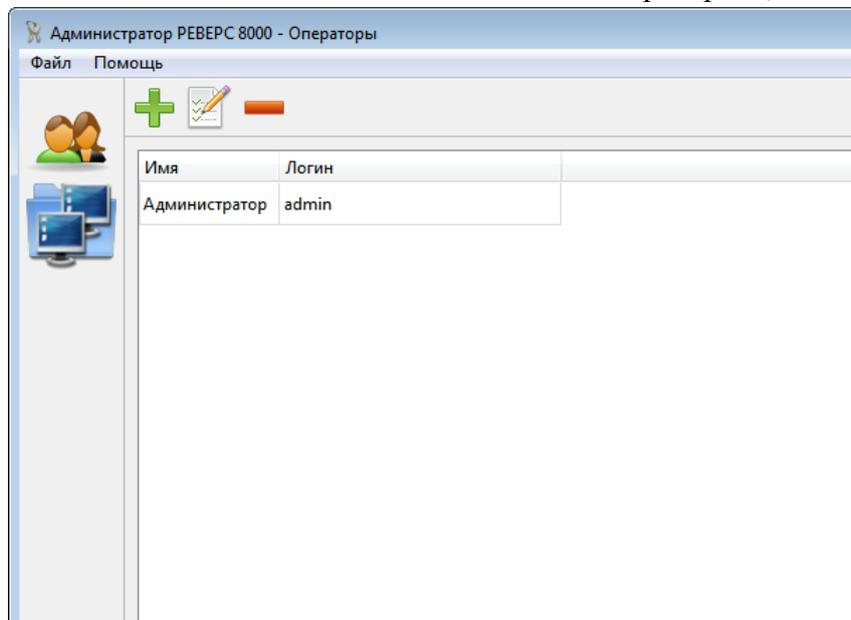

Рис. 18
- Нажатием кнопки  вызовите список операторов (Рис. 18).